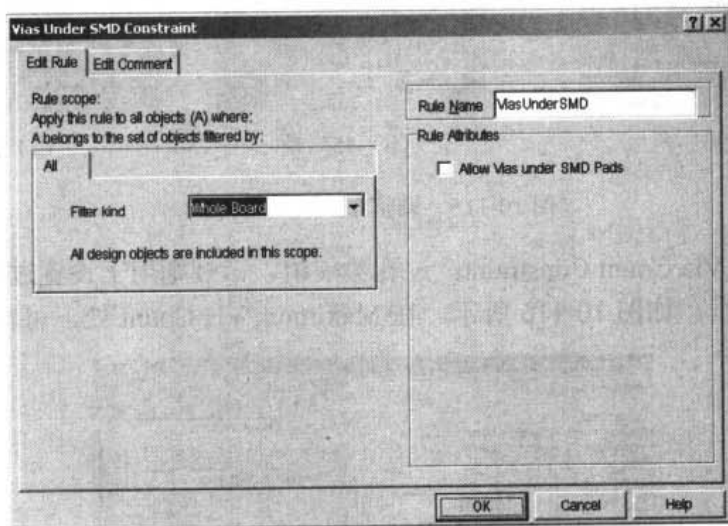

图 10-118 Vias Under SMD Constraint 设置对话框
- **Vias Under SMD Constraint:** 该规则用于设置在自动布线时是否可以将过孔放置在 SMD 元件的焊盘下。其设置对话框如图 10-118 所示。